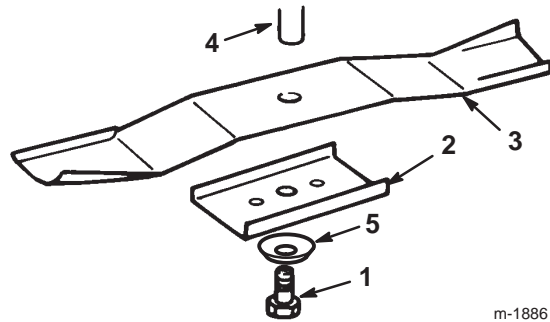

Figure 34
3. Enlevez le boulon (clé de 16 mm [5/8"]), la rondelle bombée, le porte-lame et la lame (Fig. 34). Pour enlever le boulon, bloquez éventuellement la lame en introduisant une cale en bois entre la lame et le carter de tondeuse.
1. Montez chaque lame, le dispositif de retenue, la rondelle bombée (face concave vers la lame) et le boulon de lame (Fig. 34).